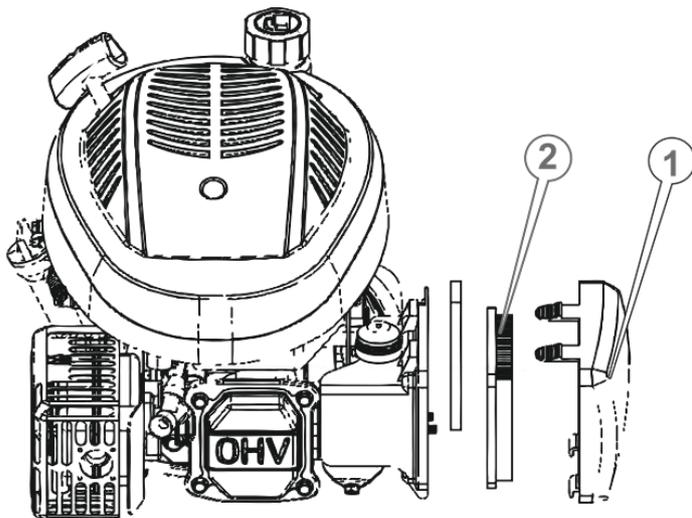

Рисунок 8. Схема заміни повітряного фільтра.
2. Зняти кришку повітряного фільтра (1, рис. 8).
3. Вийняти повітряний фільтр (2, рис. 8).